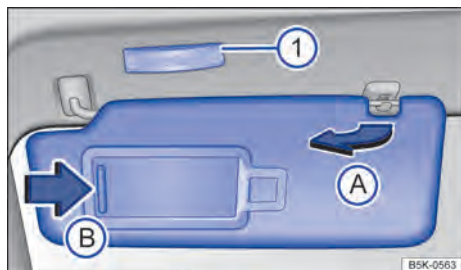

Fig. 80 Parasol.
- Retirar el parasol con cuidado del soporte sujetando la base de fijación y girar en la dirección de las puertas → fig. 80 A.
En el parasol plegado hacia abajo se encuentra un espejo de cortesía atrás de una cubierta. Al abrir la cubierta → fig. 80 B se enciende una luz ①.